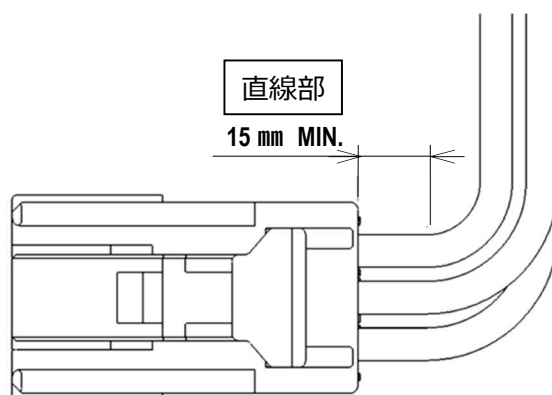

図 56. 電線引き出し方法
- ① 電線を横に引き出す場合は、ハウジングコアホールの中でメス端子が傾いたり、メス端子と側壁に過度な力が掛からない様に、図 56 に示すように直線部(最低 15mm)を設けて下さい。
- ② 直線部を設け、任意の R で電線を曲げて横方向に引き出してください。